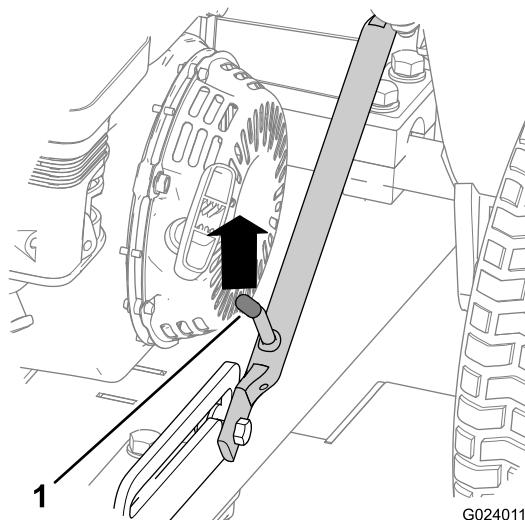

図 24
- A. ラッチレバーがスライドディントから外れるまで、ヒッチアセンブリを押し上げる図 24。
図 24。